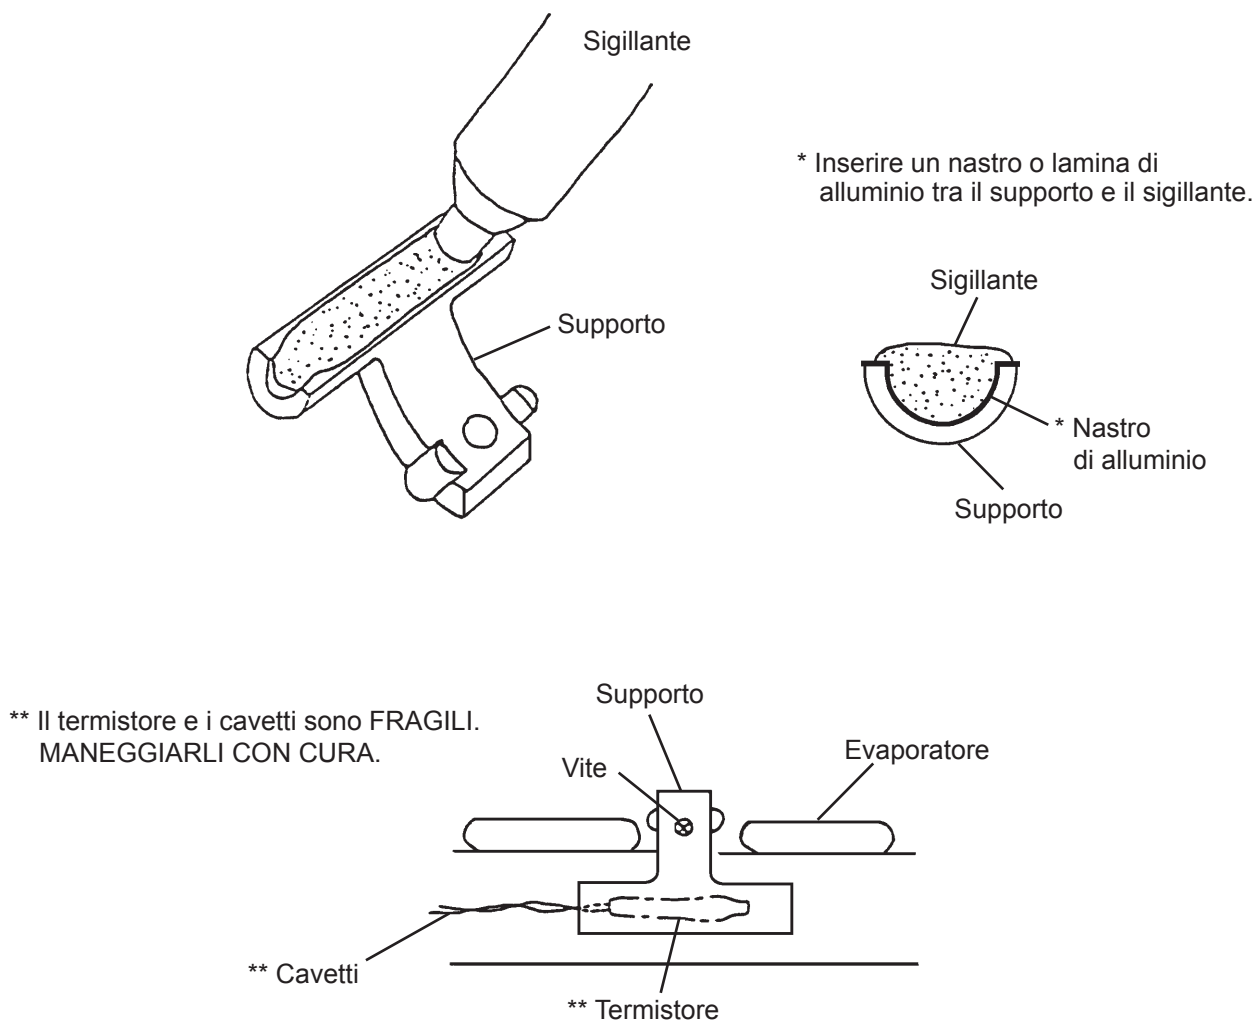

Fig. 22
- 5) Installare il nuovo termistore mediante un sigillante (del tipo a conduzione con elevato grado termico), invertendo la procedura di smontaggio. Vedi Fig. 22.